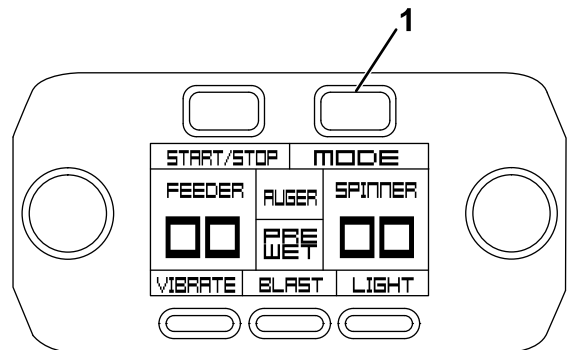

Figure 40
1. Pour activer le système de pré-mouillage, appuyez sur le bouton Mode sur le contrôleur (Figure 40).